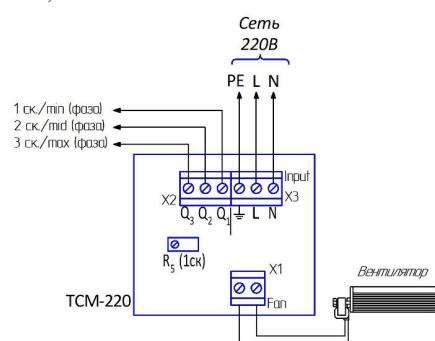

Рис. 2. Схема подключения модуля ТСМ-220
4. Проверить регулирование вентиляторов на всех скоростях. При необходимости откорректировать обороты минимальной скорости потенциометром R5 (см. рис.2). *Вентилятор не должен останавливаться на минимальных оборотах.*